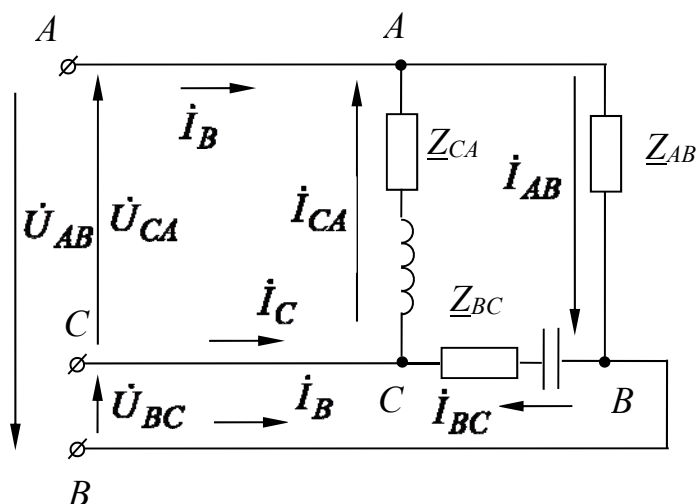

Рисунок 4.2 – Трёхфазная электрическая цепь к задаче 1
**Задача 1.** К трехфазной линии электропередачи, линейные напряжения которой симметричны:  $U_{AB} = U_{BC} = U_{CA} = 220$  В, присоединены три приемника энергии по схеме треугольник (рисунок 4.2). Комплексные сопротивления этих приемников  $Z_{AB} = 22$  Ом,  $Z_{BC} = 19 - j11$  Ом,  $Z_{CA} = 19 + j11$  Ом. Определить линейные и фазные токи в цепи и построить векторную диаграмму.